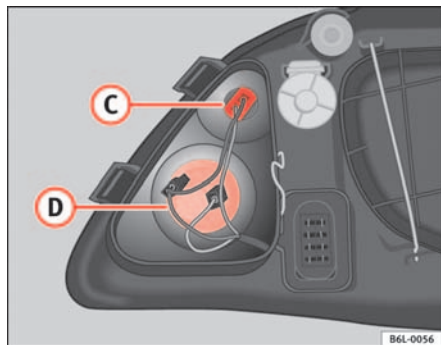

Fig. 147 Luz de población
- Tire de los cables para liberar el portalámparas de su alojamiento (C) ⇒ fig. 147.